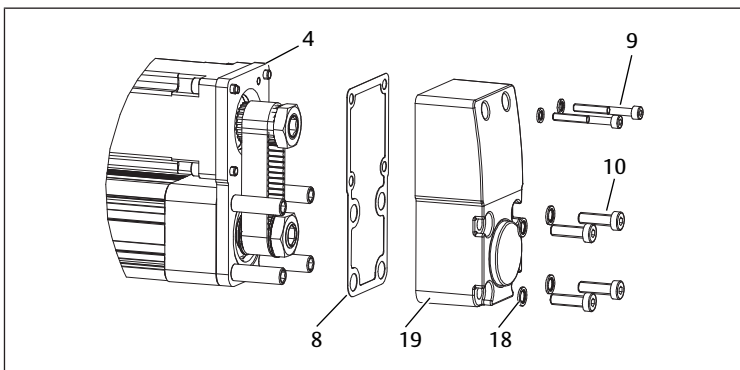

Abb. 18: Einbau des Getriebedeckels
1. Flachdichtung (8) zwischen Getriebedeckel (19) und Zwischenplatte (4) legen.
2. Dichtscheiben (18) über die Inbusschrauben (9/10) schieben.
3. Getriebedeckel befestigen. Siehe → Abb. 18.